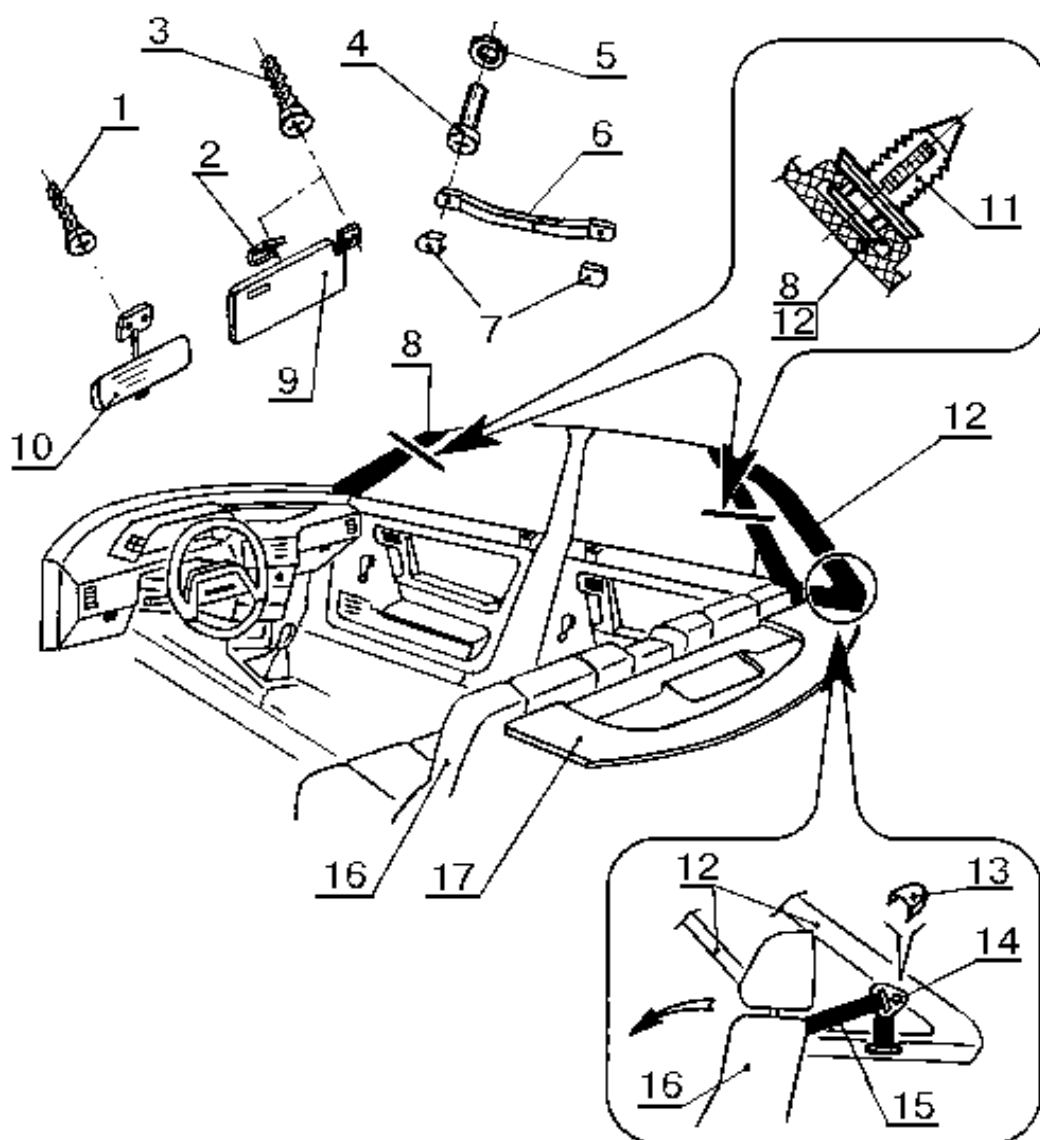

Рис. 3. Разборка салона автомобиля для снятия стекол:
2.4 Отвернуть два самонарезающих винта 1, рис.3, и снять внутреннее зеркало 10 заднего вида (отвертка крестообразная).